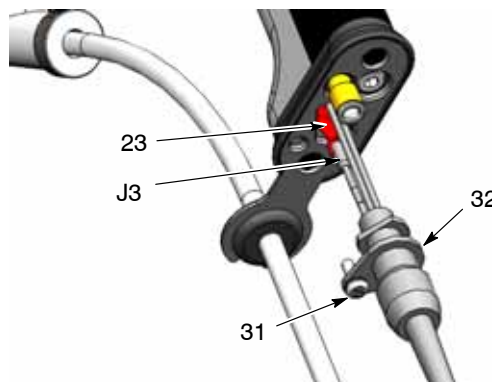

Figura 19 Desconexión del cable de control de la empuñadura
3. Ver la figura 19. Extraer el tornillo (31) que une el cable (32) a la parte inferior de la empuñadura de la pistola.
4. Girar el cable para liberarlo de la base de la empuñadura. Bajar suavemente el cable hasta que se consiga agarrar el receptáculo de conmutación del activador (23).